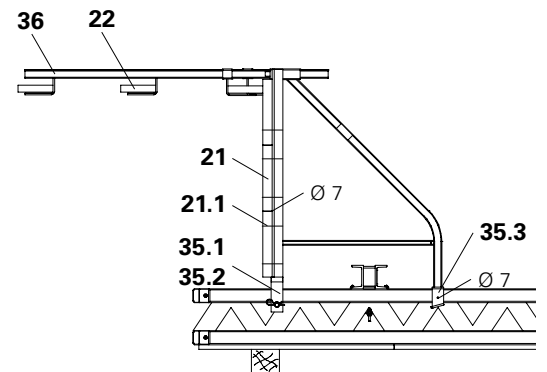

Fig. B2.15
5. Fissare l'impalcato (21) su tutta la larghezza della mensola dal basso con Torx 6 x 40 (21.1).
6. Inserire il montante parapetto HSGP-2 (36), inserire e fissare la protezione posteriore (22), inclusa la tavola ferma-piede.
- (Fig. B2.15)